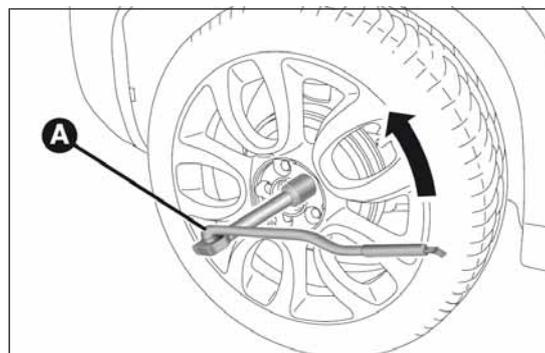

fig. 157
- ❑ tomar la llave A fig. 157 y aflojar una vuelta los tornillos de fijación. Para las versiones con llantas en aleación, mover el vehículo para facilitar la separación de la llanta del cubo de la rueda;
- introducir la llave A fig. 157 en el gato para extenderlo, hasta que la parte superior B se introduzca correctamente en el larguero C (a la altura de la marca ∇ indicada en el mismo larguero);
- tomar la llave A fig. 157 y apretar a fondo los tornillos de fijación;